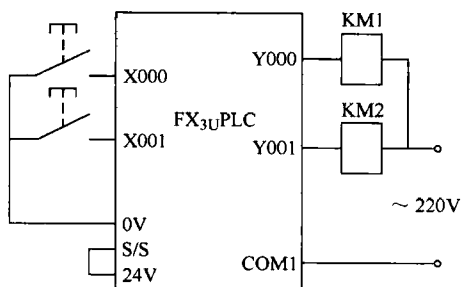

图 3-20 两台电动机循环控制接线图
(1) 控制要求 用 PLC 步进顺序控制指令编制程序，按起动按钮电动机 M1 运行，4s 后停止，电动机 M2 立即运行，3s 后 M2 停止，依此循环 4 个周期后停止，在运行过程中按停止按钮 2 台电动机停止运行。
(2) I/O 分配和 I/O 接线图 X000: 起动按钮 SB; X001: 停止按钮; Y000: 电动机 M1 接触器 KM1; Y001: 电动机 M2 接触器 KM2。接线图如图 3-20 所示。